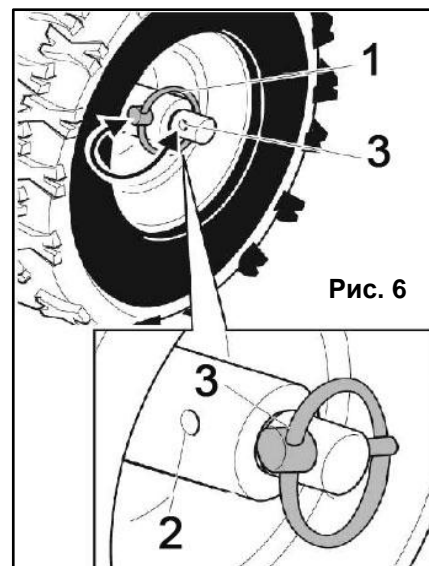

Рис. 6
- Для облегчения управления снегоуборщиком при умеренном количестве снега, а также при работе на неровной поверхности, левое колесо снегоуборщика можно разблокировать. Для этого переставьте стопорный палец с кольцом (1) (См. Рис.6), который жестко крепит колесо на оси, в отверстие (3) оси привода.
- При большом количестве снега, а также при обледеневшей поверхности оба колеса снегоуборщика должны быть жестко закреплены на оси привода. Для этого совместите отверстие (2) в ступице колеса с отверстием оси привода и вдвиньте стопорный палец (1) в отверстие (2) (См. Рис.6).